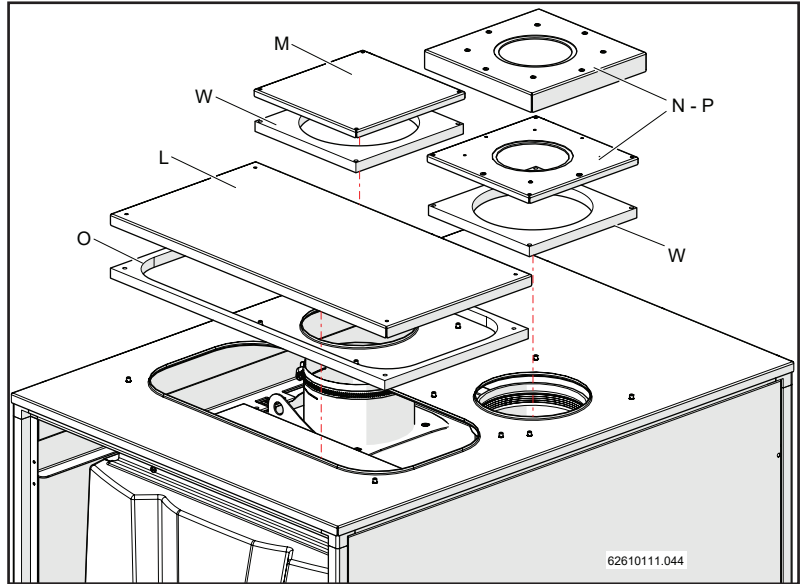

Figure 13-25
- 14.- Fixer au moyen des vis « D » la protection pour les branchements électriques « L », pour l'aspiration « M » et pour l'évacuation « N » (ou bien « P ») à la couverture supérieure (figures 13-25 et 13-26) en insérant d'insérant les joints « O » et « W » comme indiqué sur la figure 13-25.
- Si l'on dispose d'une évacuation des fumées de 110 mm de diamètre, utiliser les couvertures pour l'évacuation « N » de la figure 13-25.
- Si l'on dispose d'une évacuation des fumées de 80 mm de diamètre, utiliser les couvertures pour l'évacuation « P » de la figure 13-25.